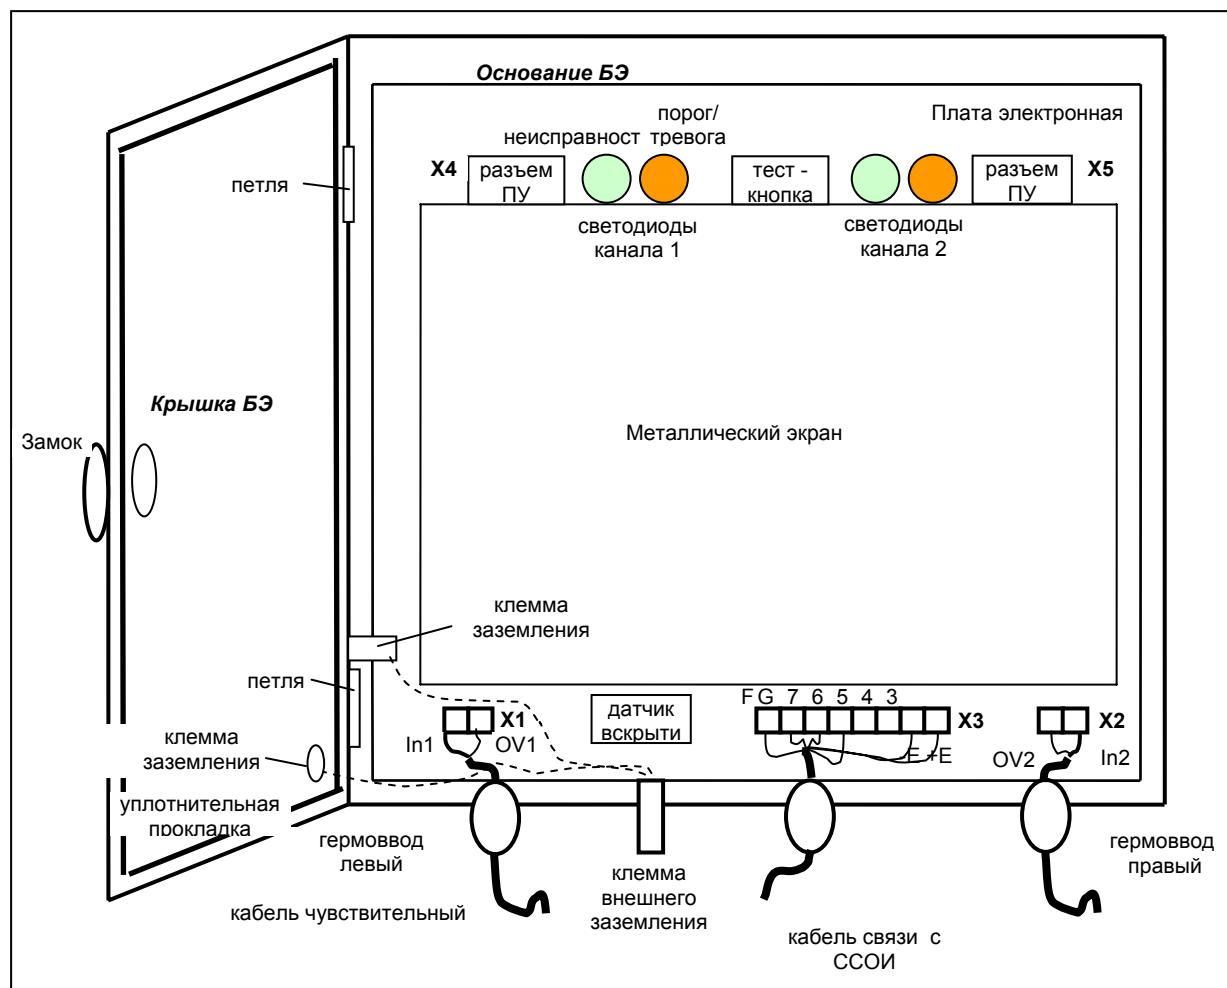

Рисунок 2.2. Блок электронный (вид внутреннего объема)
Конструктивно БЭ выполнен в герметичном корпусе, состоящем из двух частей: основания и крышки (рис. 2.2.). Крышка поворачивается относительно основания на двух петлях; плотное прилегание к основанию и герметизация внутреннего объема БЭ обеспечивается с помощью уплотнительной прокладки, расположенной на крышке. Крышка фиксируется с помощью механического замка, открываемого специальным ключом, входящим в состав корпуса БЭ. На крышке имеется винтовая (M6) клемма заземления, с помощью которой обеспечивается гальванический контакт всей металлической массы корпуса.
В нижней части платы электронной (вблизи гермоводов) расположены (рис. 2.2.):
В верхней части платы электронной расположены (рис. 2.2.):
2.1.2.4. Подключить БЭ к источнику напряжения 10...30 В постоянного тока. При этом светодиодные индикаторы **«Порог/Тревога»** и **«Неисправность»** (рис. 2.2.) могут засветиться на непродолжительное время. Окончание свечения индикаторов по прошествии 40 с момента подачи питания будет косвенно свидетельствовать о правильности монтажа КЧЭ и готовности изделия к проверке его функционирования.
Если индикаторы **«Неисправность»** (рис. 2.2.) за это время не погаснут, то это свидетельствует о неисправности КЧЭ. Поиск и устранение неисправности производится в соответствии с разделом настоящего РЭ.
2.2.1.3. Не ранее, чем через 1 мин после подачи питания на БЭ, нажать и отпустить кнопку «TEST» на плате БЭ. Наблюдать кратковременное (в интервале 1...5 с) свечение светодиодов «Порог/Тревога». С помощью мультиметра убедиться в размыкании (на это время) выходных контактов «3», «4» и «6», «7» колодки «Х3» на плате БЭ (рис. 2.2.).
2.2.1.5. Отсоединить от колодки «Х1» и «Х2» любой оконечный проводник чувствительного кабеля (центральный или экран). Наблюдать непрерывное свечение светодиодов «Неисправность». С помощью мультиметра убедиться в размыкании выходных контактов «3», «4» и «6», «7» колодки «Х3» (рис. 2.2.).
2.2.1.6. Закоротить проводником -перемычкой или металлическим предметом (например, пинцетом) контакты колодки «Х1», «Х2». Наблюдать непрерывное свечение светодиодов «Неисправность». С помощью мультиметра убедиться в размыкании выходных контактов «3», «4» и «6», «7» колодки «Х3» (рис. 2.2.).
2.2.1.7. Отсоединить от колодки «Х3» любой проводник питания. С помощью мультиметра убедиться в размыкании выходных контактов «3», «4» и «6», «7» колодки «Х3» (рис. 2.2.).